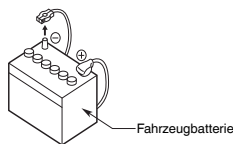

Abbildung 1
3. Trennen Sie die Batterieklemme, bevor Sie mit dem Einbau beginnen. Dadurch werden Kurzschlüsse während des Einbaus vermieden. (Abbildung 1)